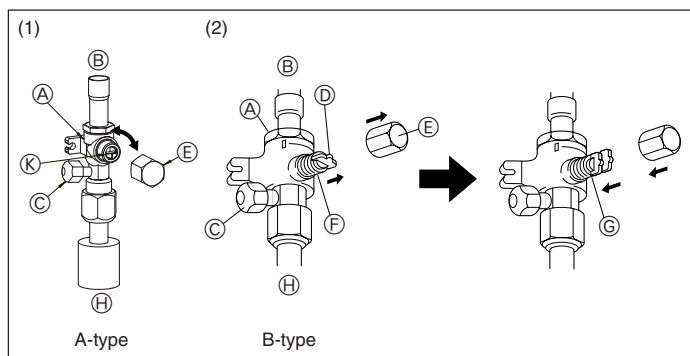

Fig. 5-7
(1) A-type (Fig. 5-7)
(2) B-type (Fig. 5-7)